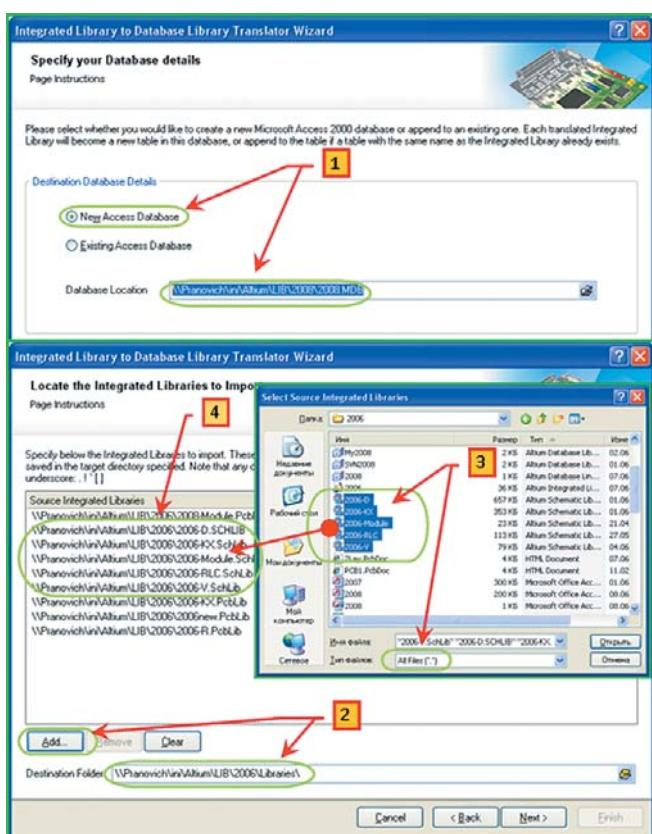

Рис. 2. Импорт данных из библиотек в базу данных
Опишем работу транслятора библиотек подробнее (рис. 2):
1. В окне **Integrated Library to Database Library Translator Wizard** устанавливаем флаг **New Access Database**, для создания новой базы данных, а также укажем место и имя (например, **\Pranovich\ini\Altium\LIB\2008\2008.MD**), где будет храниться созданная база. После проверки на доступность места нужно подтвердить данный путь (на рис. 2 это не показано).